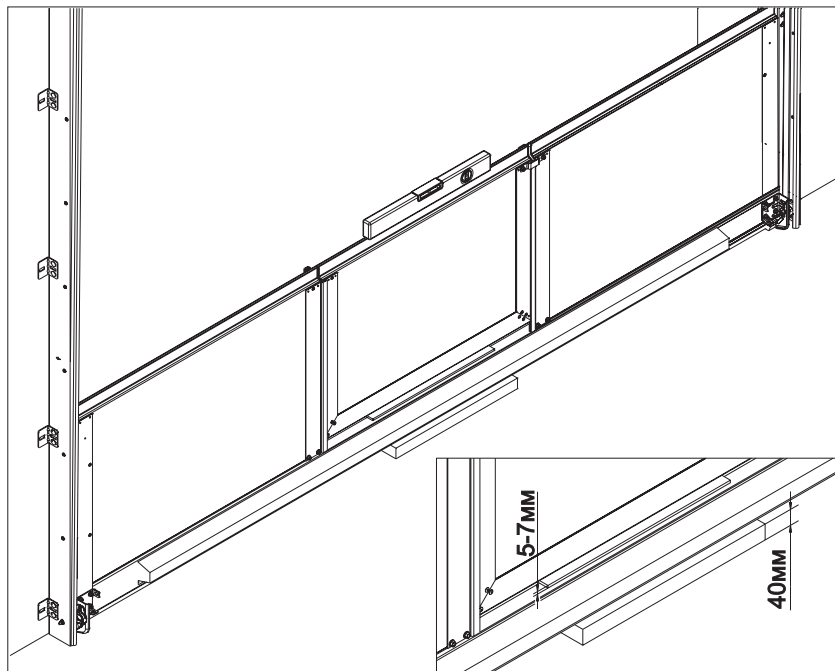

Рис.32
- установить нижнюю секцию на место монтажа (рис. 32). При необходимости использовать подкладки, выставить секцию в горизонтальном положении. Подкладки устанавливаются под боковые упоры нижней секции. Плоскость расположения нижних торцов упоров должна совпадать с плоскостью нулевой отметки (с уровнем чистого пола). Максимальная высота подкладок – не более 10 мм.
- горизонтальность установки секции определяется строительным брусковым уровнем, устанавливаемым на оголовки панелей и створки калитки (рис. 32);